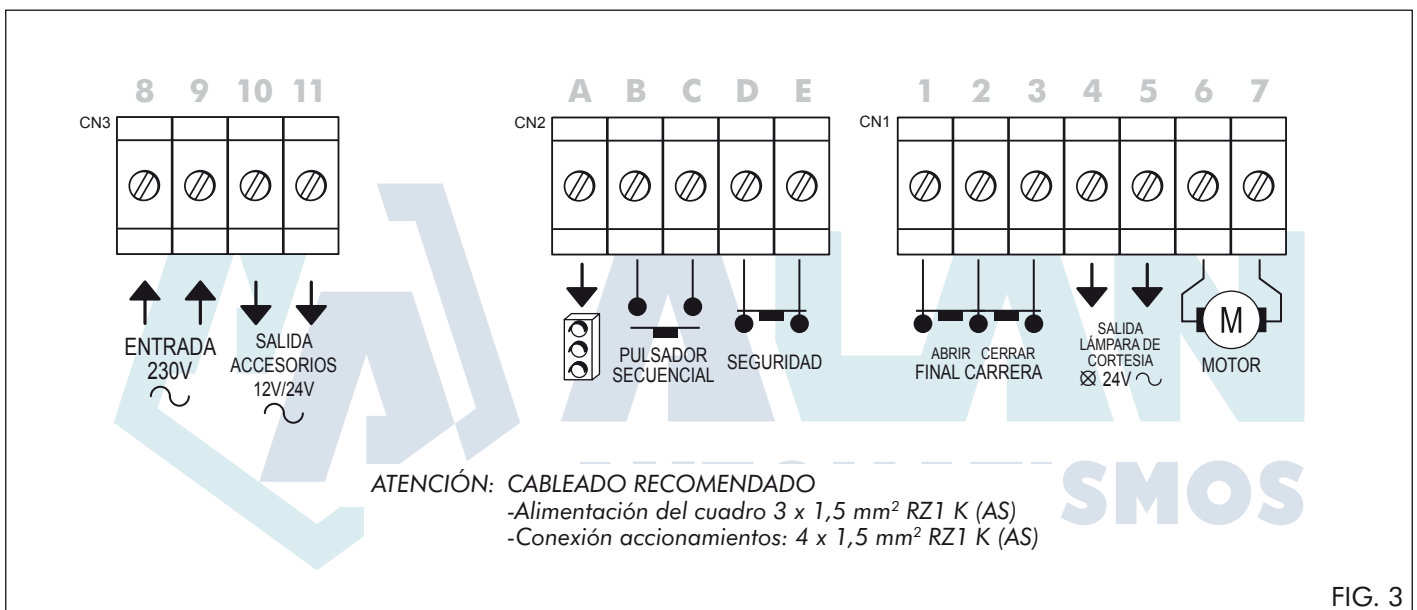

FIG. 3
3.6.2.1. Presione la tecla «PRUEBA». Comenzará la maniobra de apertura, si observa que la maniobra inicial se realiza en sentido inverso al deseado debe intercambiar la posición de los cables en las clemas que ocupan las posiciones 6 y 7 (ver fig. 3). Finalizará cuando la puerta alcance el final de carrera.
3.6.3.1. Presione la tecla «PRUEBA». Comenzará la maniobra de apertura, si observa que la maniobra inicial se realiza en sentido inverso al deseado debe intercambiar la posición de los cables en las clemas de las posiciones 6 y 7 (ver fig. 3).
3.6.4.1. Presione la tecla «PRUEBA». Comenzará la maniobra de apertura, si observa que la maniobra inicial se realiza en sentido inverso al deseado debe intercambiar la posición de los cables en las clemas de las posiciones 6 y 7 (ver fig. 3).
3.6.5.1. Presione la tecla «PRUEBA». Comenzará la maniobra de apertura, si observa que la maniobra inicial se realiza en sentido inverso al deseado debe intercambiar la posición de los cables en las clemas de las posiciones 6 y 7 (ver fig. 3).